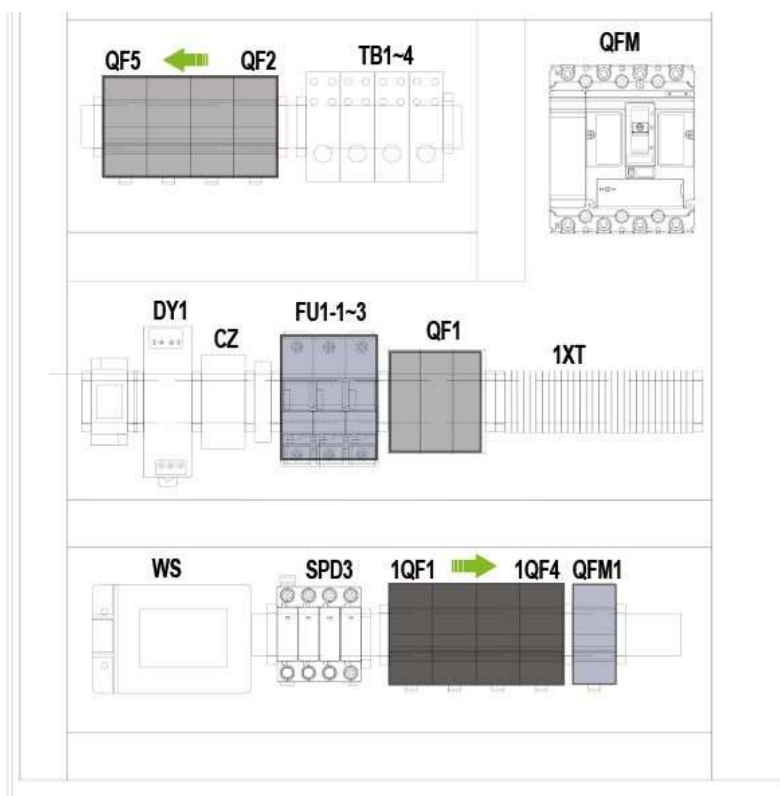

Figura 7-2: Cierre de los interruptores automáticos
2. Cierre los interruptores automáticos miniatura 1QF1, 1QF2, 1QF3 y 1QF4 en secuencia; consulte la Figura 7-2;
4. Cierre el disyuntor QFM1; consulte la figura 7-2;
5. Cierre los interruptores QF1, QF2, QF3 y QF4 en secuencia; consulte la figura 7-2.